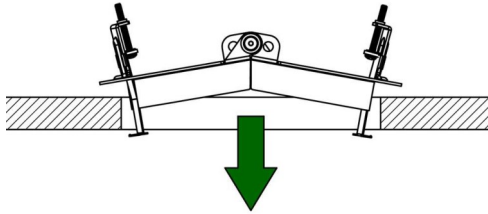

Fig. 5
3. Coloque el anillo de montaje sobre la abertura en el techo y desdoblelo de modo que inserte el collar de apertura en la abertura hasta que la brida del anillo quede al ras del lado del plenum del techo. (Fig. 5)